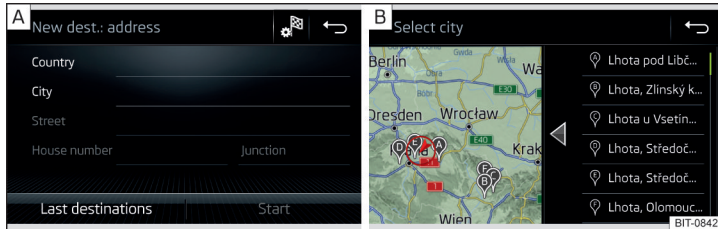

Abb. 210 Ziel über die Adresse eingeben: Hauptmenü / Liste der aufgesuchten Orte
- › Die Zieladresse eingeben und anschließend bestätigen » Abb. 210 - A.
In Abhängigkeit von der Anzahl der aufgesuchten Orte kann automatisch eine Karte mit einer Liste der aufgesuchten Orte angezeigt werden » Abb. 210 - B.